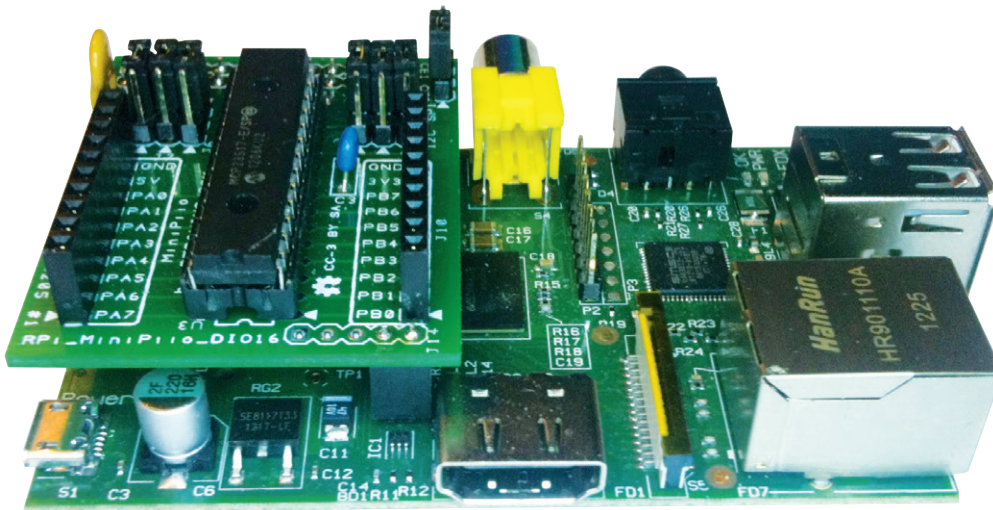

Bild 2. RPi und Zusatzplatine mit MCP23017.
**Bild 2** zeigt den Hardware-Aufbau; der MCP23017 befindet sich auf einer kleinen Zusatzplatine. Vielleicht ist es schon aufgefallen: Es ist genau das gleiche Board wie zuvor [2]. Das ist kein Versehen, denn diese Platine kann sowohl per I2C mit dem IC MCP23017 als auch per SPI mit dem Chip MCP23S17 betrieben werden. Zwischen beiden Modi lässt sich per Jumper wählen.